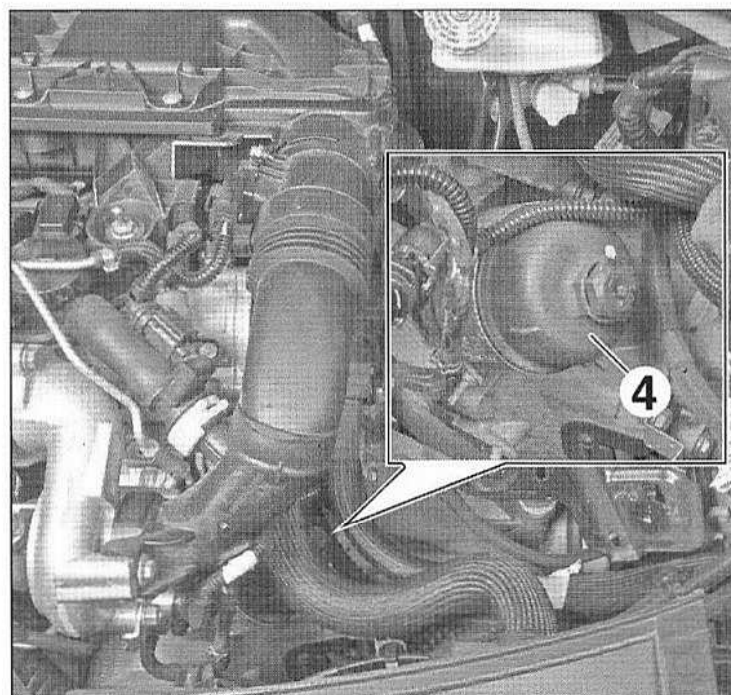

FIG.22
- le couvercle (4) du boîtier de filtre à huile (Fig.22),
- le filtre à huile du couvercle (4).